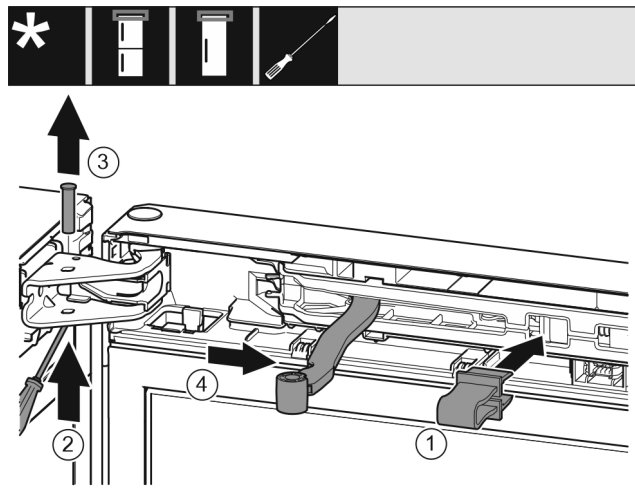

Fig. 6
- Borging in de opening klikken. Fig. 6 (1)
- Bout met schroevendraaier eruit schuiven. Fig. 6 (2)
- Bout vanaf de bovenkant eruit halen. Fig. 6 (3)
- Scharnier in de richting van de deur draaien. Fig. 6 (4)